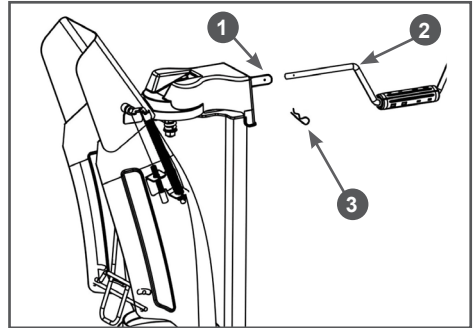

Рис. 16 Крепление вала управления поворотом желоба
10. Установите вал управления поворотом желоба (только для ST661). Вставьте круглый конец вала управления поворотом желоба в отверстие 3 на панели (Рис. 10). Второй конец вала вставьте в соединительную муфту 1 механизма, совместите отверстия в вале 2 и муфте 1, и вставьте шплинт 3 (Рис. 16).